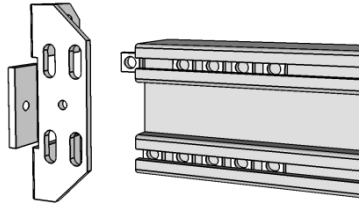

Abbildung 2 Laufschiene und Befestigungswinkel mit eingelegten Vierkantmuttern
3.3. Bevor Sie die Laufschiene an der Halterung befestigen, setzen Sie **alle** Vierkantmuttern mit ungefähr gleichem Abstand verteilt in beide Schienen ein. (Abb.2)